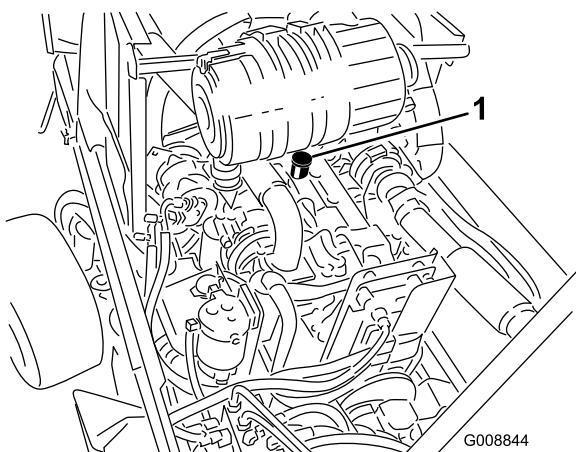

**Bild 59**
2. Entfernen Sie den Peilstab (Bild 59), wischen ihn ab und führen ihn wieder in das Rohr ein; ziehen Sie ihn dann wieder heraus. Der Ölstand sollte an der Voll-Marke sein.
2. Entfernen Sie den Ölfilter (Bild 59). Ölen Sie die neue Dichtung am Ölfilter leicht mit frischem Öl ein, bevor Sie den Filter eindrehen. **Ziehen Sie nicht zu fest.**